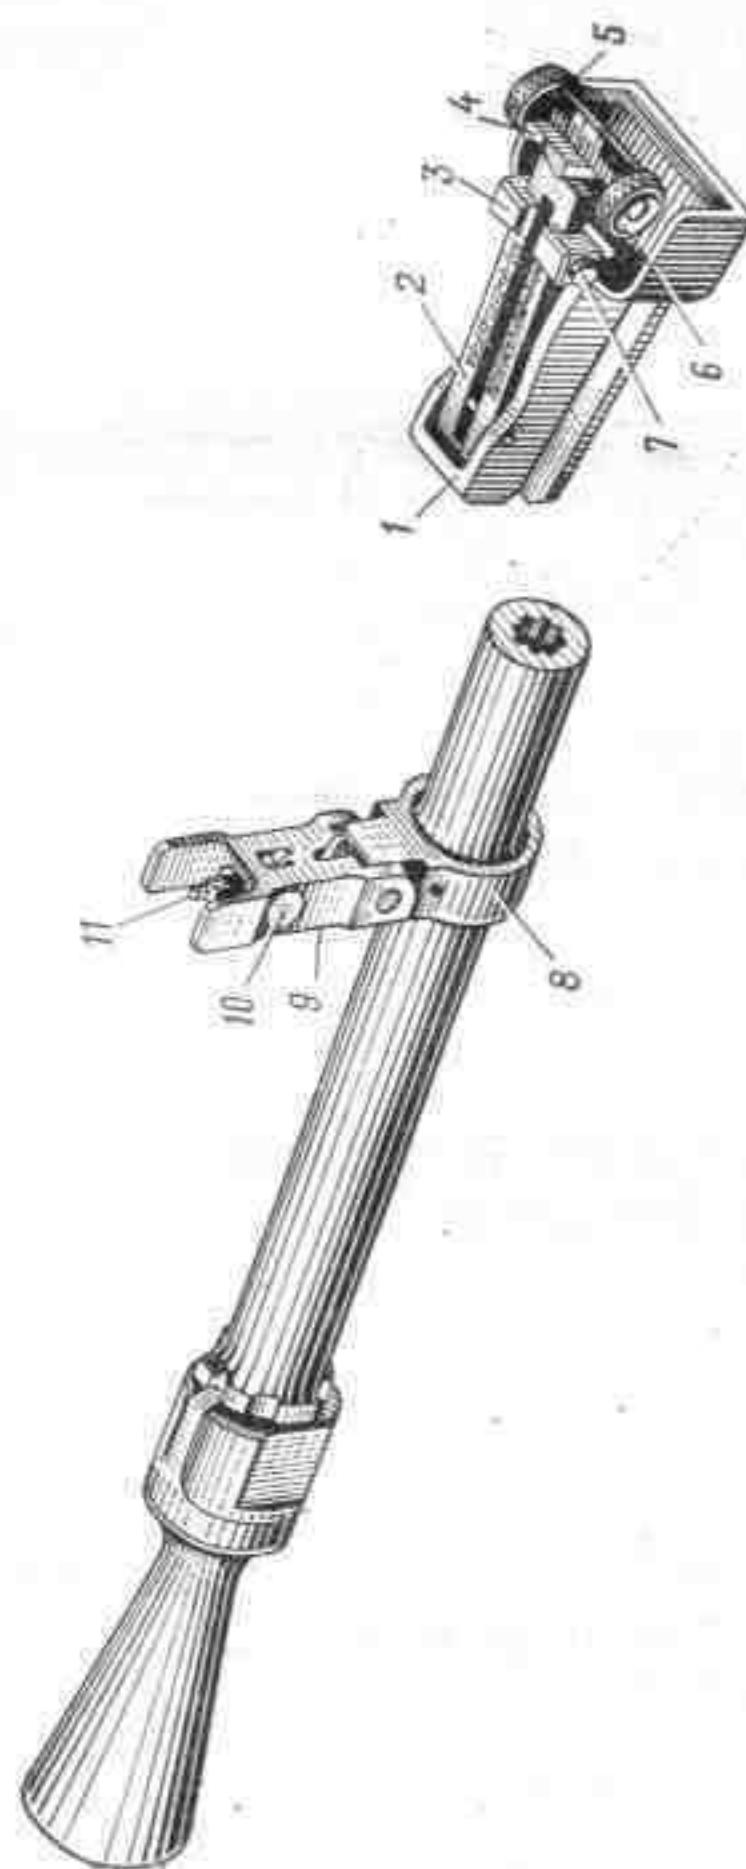

Рис. 46. Механический прицел:
**21. Механический (открытый) прицел** (рис. 46) служит для наводки пулемета при стрельбе по целям на различные дальности. Он применяется при неисправности оптического прицела.